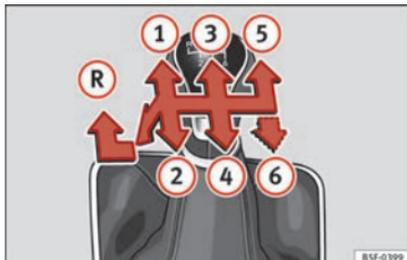

Fig. 37
En la palanca de cambios se indican las posiciones de las marchas »» fig. 37.
- Con la palanca de cambios en punto muerto, presiónela hacia abajo, muévala a la izquierda hasta el final y después hacia delante para seleccionar la marcha atrás »» fig. 37 (R).